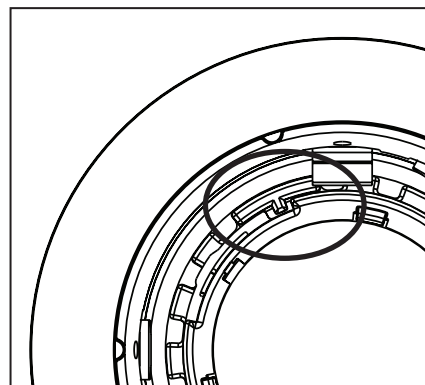

Figura 17
**Paso 4.** Alinee las pestañas en el disipador de calor con las ranuras en el sujetador del óptico y presione el óptico en el accesorio. Gire el sujetador del óptico en el sentido del reloj para asegurar (Figura 17).